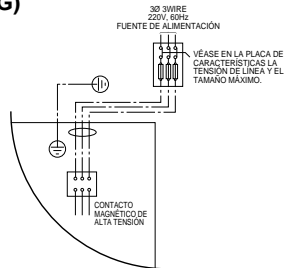

Figura 5G
■ **Diagrama de conexión de alta tensión (Figura 5G)**
Los soportes de canales flexibles son necesarios siempre que la transmisión de vibraciones pueda ocasionar problemas de ruidos dentro de la estructura del edificio. Véanse en Figura 5G las conexiones alta tensión. Asegúrese de que todas las conexiones son herméticas.